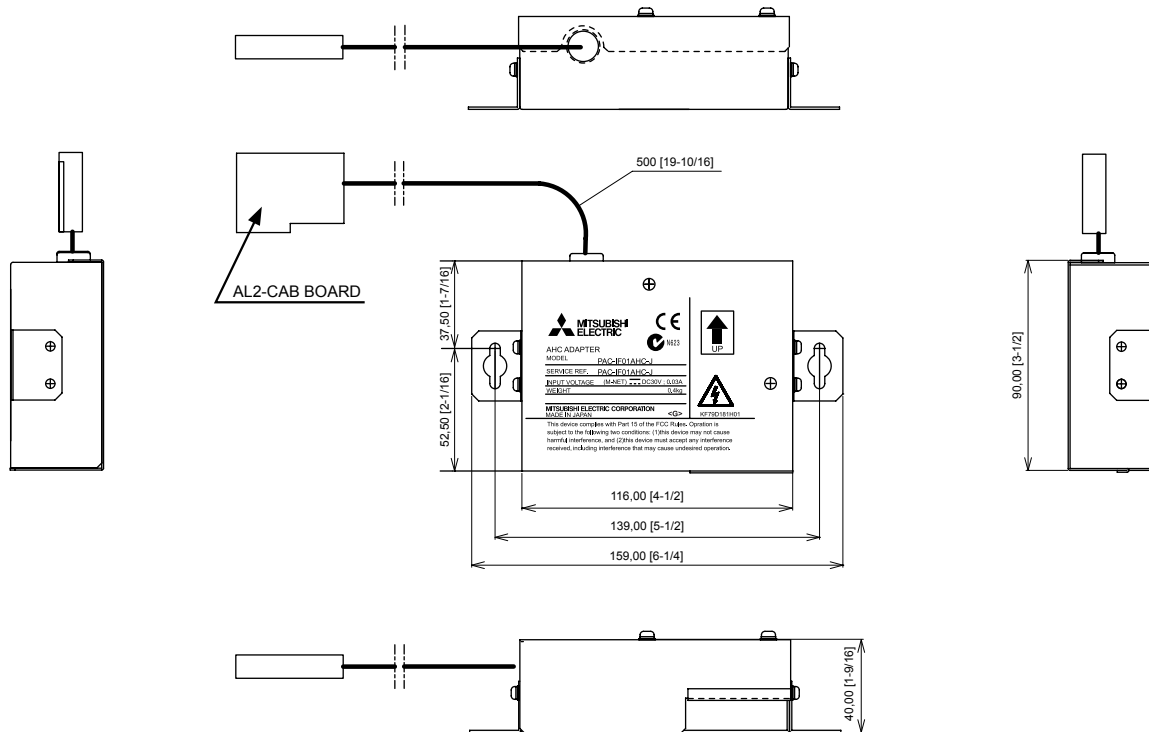

Рис. 5-1
- Не снимайте с AL2-CAB BOARD (Рис. 5-1) пузырчатую упаковку, пока не установите АНС ADAPTER на металлический щит управления.